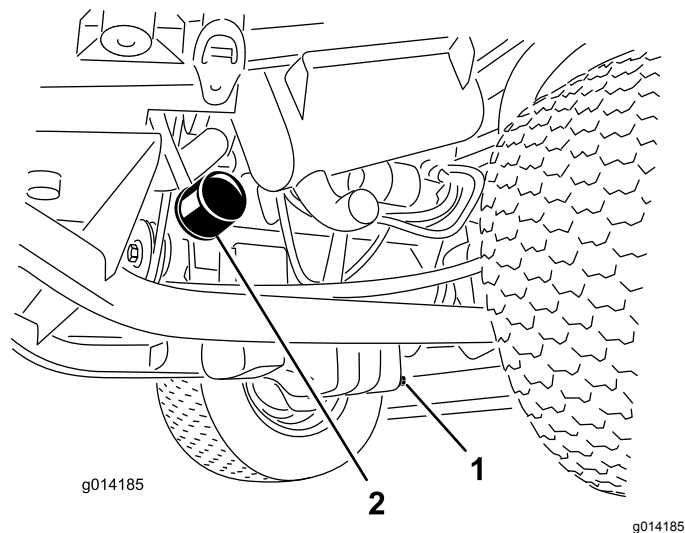

Figura 36
3. Retire o filtro do óleo (Figura 36).
1. Retire o tampão de escoamento (Figura 36) e deixe o óleo escorrer para um recipiente adequado.